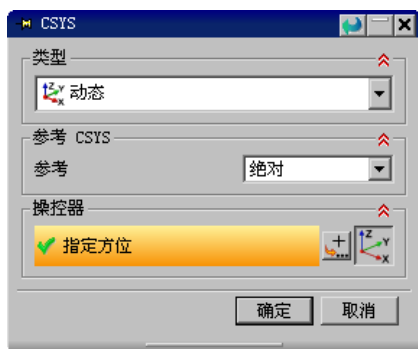

图 2.4.3 “CSYS”对话框
Step4. 在“MCS”对话框**机床坐标系**区域中单击“CSYS 会话”按钮，系统弹出图 2.4.3 所示的“CSYS”对话框，在**类型**下拉列表中选择 **动态**。